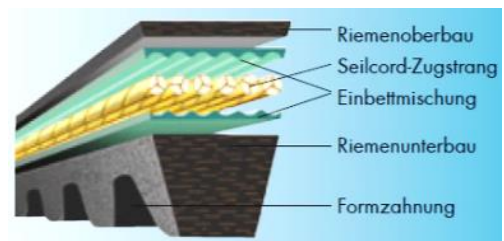

Abb. 2b
b) Keilriemen mit Formzahnung (Abb. 2b) bestehen aus: